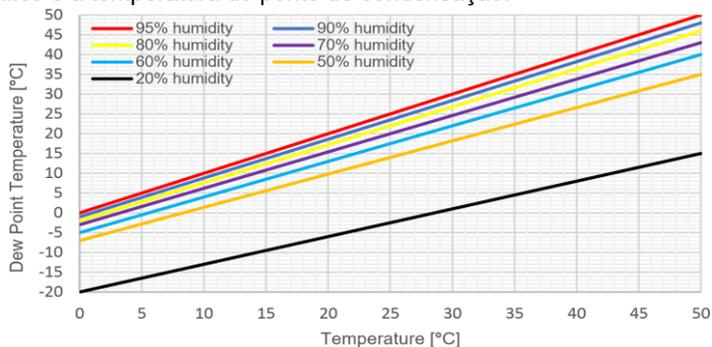

Figura 7. Gráfico das temperaturas do ponto de condensação influenciadas pela umidade relativa.
- Encontre a curva correspondente na figura 7 que corresponde à umidade da sala em que o dispositivo está localizado.